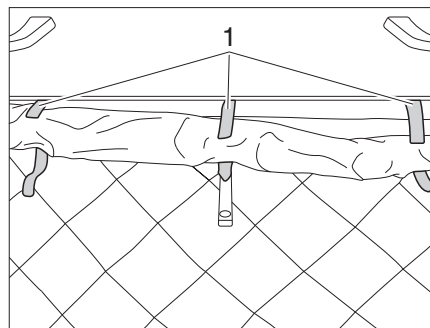

Figura 17 Abrir los cierres de velcro
- Abrir los tres cierres de velcro (Figura 17,1) del fuelle de tela.
- Enrollar con cuidado el fuelle de tela en la zona de bloqueo y fijarlo con tres cierres de velcro (Figura 17,1).